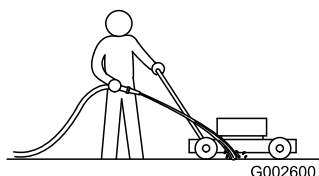

Figura 17
3. Cu motorul pornit și lama cuplată, direcționați un jet de apă în faa roii **dreapta**, spate (Figura 17).